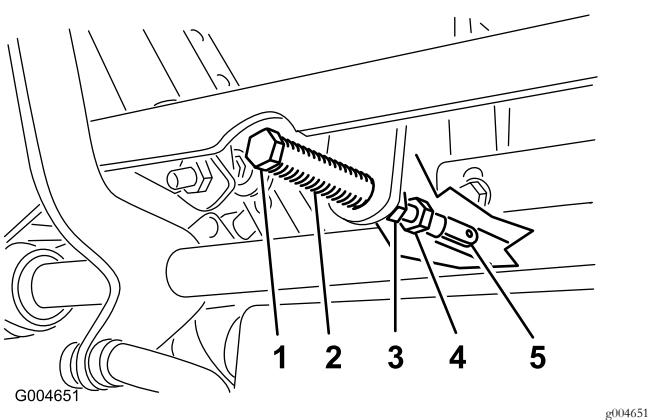

Figura 54
5. Tirate indietro la leva finché il cavallotto con testa (sul braccio sottostante l'albero di articolazione) non tocca l'estremità della scanalatura (inizia a premere sulla molla), come illustrato nella Figura 54.
7. Se occorre regolare, allentate il dado e il controdado contro la forcella (Figura 54).
8. Premendo leggermente indietro la leva di controllo del movimento, girate la testa del bullone di regolazione nella direzione opportuna finché la leva di controllo non si trova al centro, in posizione di BLOCCO IN FOLLE (Figura 54).
9. Serrate il dado e il controdado (Figura 54).
10. Serrate i controdadi dei giunti a sfera (Figura 54).